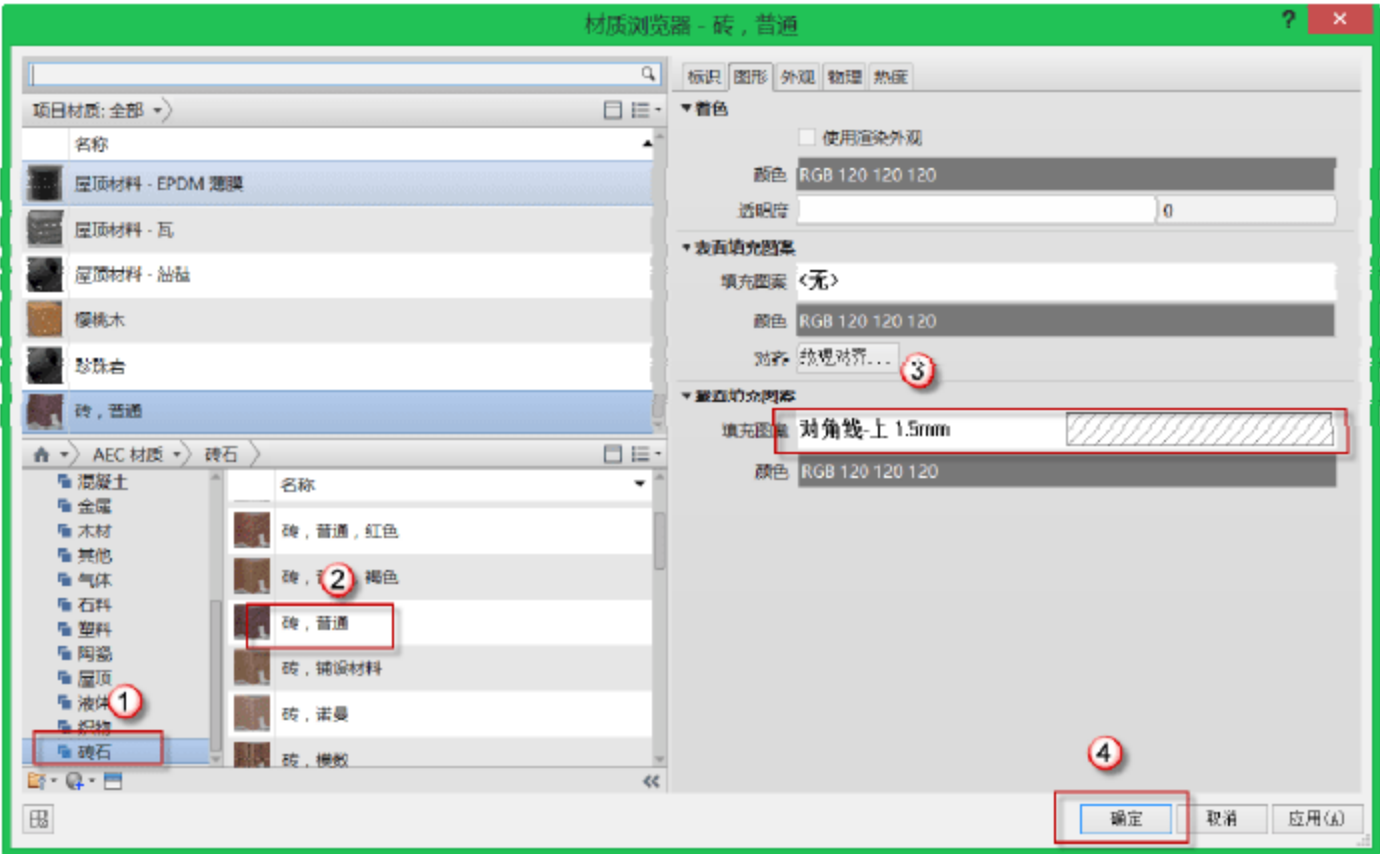

图 10.1.7 编辑“面层 1 [4]”材质
(6) 编辑“面层 1 [4]”材质。在“编辑部件”对话框中单击“面层 1 [4]”对应的“材质”单元格右上角的“浏览”按钮，在弹出的“材质浏览器”对话框中，选择“AEC 材质”→“砖石”→“砖，普通”选项，将其填充图案改为“对角线-上 1.5mm”，单击“确定”按钮返回“编辑部件”对话框，如图 10.1.7 所示。然后在“编辑部件”对话框下将其对应的厚度改为“10mm”。